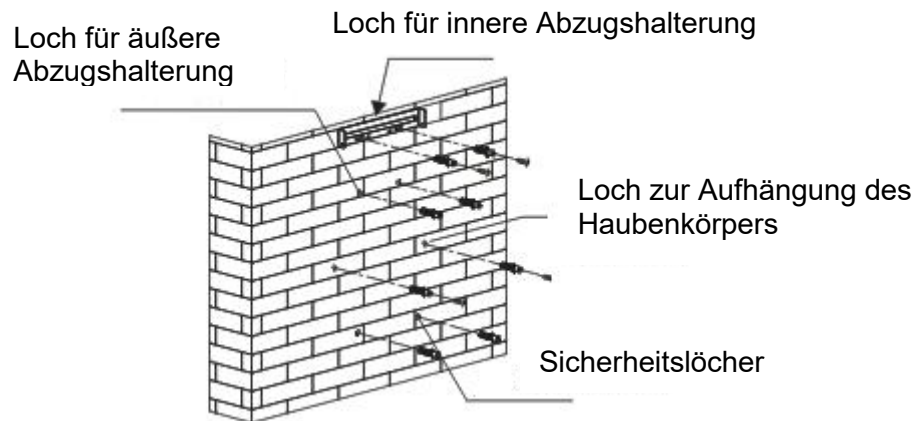

Abb. 2
3. Nachdem Sie die Höhe der Dunstabzugshaube festgelegt haben, messen Sie die Position der Löcher für die Aufhängung der Haube, die innere Abzugshalterung, die äußere Abzugshalterung und die Sicherheitslöcher. Bohren Sie 8 Löcher mit einem Durchmesser von 8 mm und setzen Sie Dübel in die Löcher ein. Befestigen Sie die innere Abzugshalterung mit 2 Stück ST4 x 40 mm Schrauben an der Wand. Schrauben Sie 2 Stück ST4 x 8 mm Schrauben in die Bohrung zum Aufhängen des Haubenkörpers. Die Schrauben sollten 3-5 mm aus der Wand herausragen, damit die Haube aufgehängt werden kann. Die feste Position der inneren Abzugshalterung ist die höchste Stelle des Abzugs. Siehe Abb. 2.